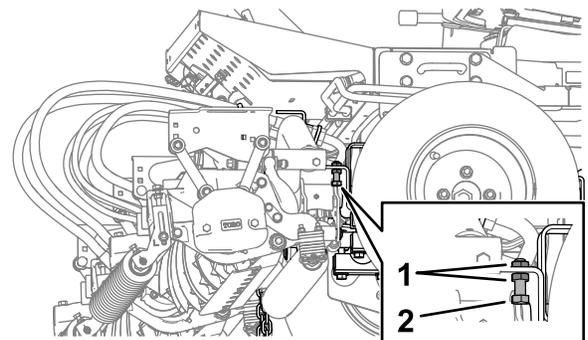

図 28
1. 機体の左右で、ジャムナットをゆるめて昇降アームのストップボルトをゆるめる 図 28。